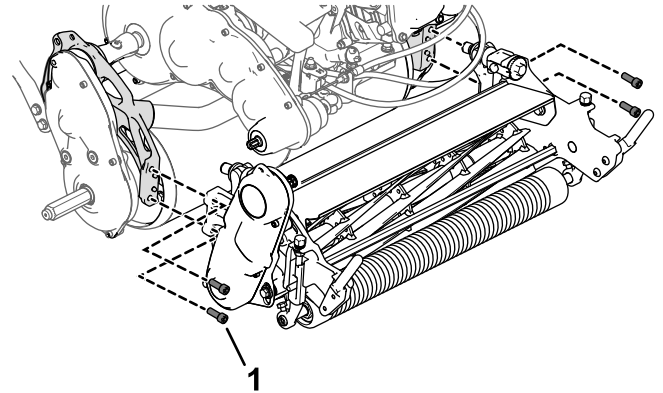

図6
7. 先ほど外した金具類を使用してリール駆動アセンブリをカッティングユニットに取り付ける **図6**。
1. ソケットヘッドねじ4本でカッティングユニットを機体に取り付ける **図6**。